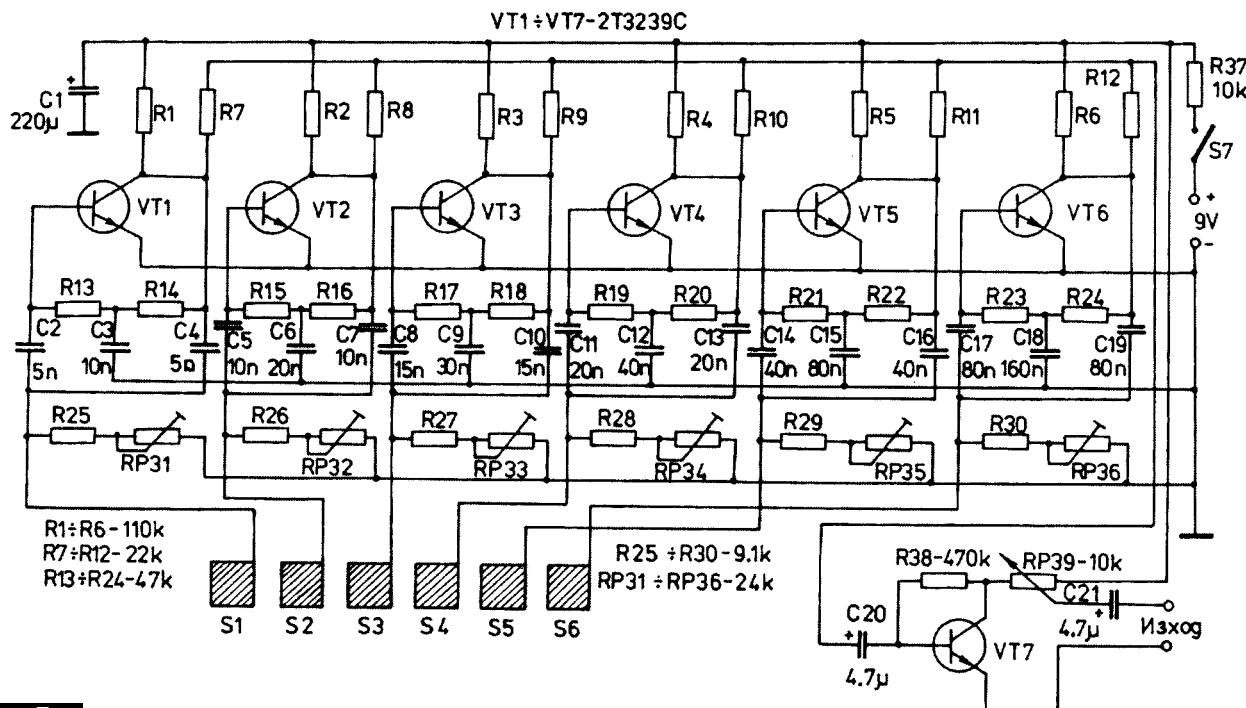

рис. 7
**Электромузикальное устройство с сенсорным управлением** описано в статье **Г.Кузева** ("Радио, Телевизия, Электроника", Болгария, 3/2000, стр.21). Оно состоит (**рис.7**) из шести недорогих RC-генераторов с двойным Т-образным мостом на транзисторах VT1–VT6. Генераторы работают на частотах 400, 200, 160, 100, 50 и 25 Гц и запускаются от шести сенсоров S1–S6, которые можно выполнить в виде площадок на печатной плате.